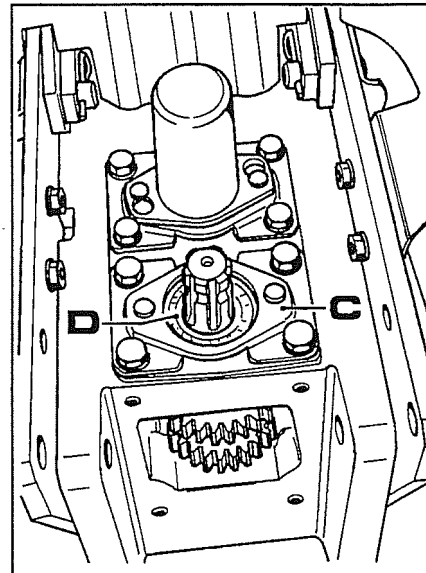

Fig. 2
- Na montagem das tampas laterais **C** fig.2 aplicar o respectivo silicone para evitar danosas infiltrações de poeira.
4. Retirar a tampa **C** fig. 2, extrair o pára-óleo **D** e o anel elástico Seeger que se encontra por baixo.